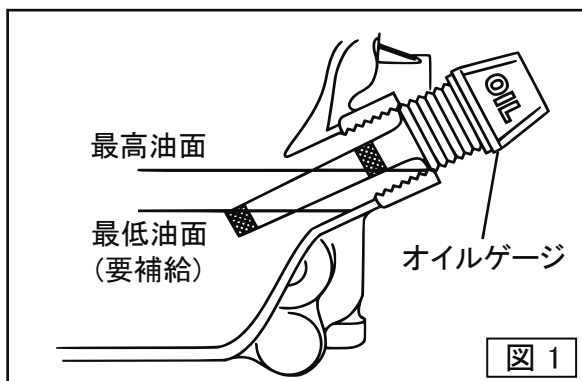

図 1
- 5 エンジンを水平にしてオイルを点検し、不足している場合は補充してください。(図1)